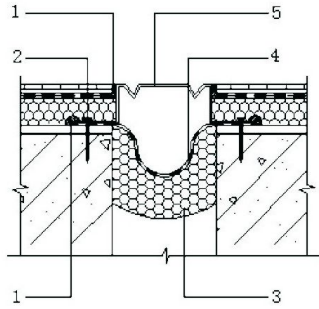

图1.8 变形缝防水防护构造
1.8 变形缝处应增设合成高分子防水卷材附加层，卷材两端应满粘于墙体，并应用密封材料密封，满粘的宽度不应小于150mm（图1.8）。